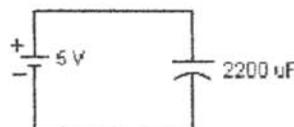

Figura 2.7
- Conecte el capacitor de 2200 [μ F] ala fuente graduada a 5[V] CD como se indica en la figura 2.7